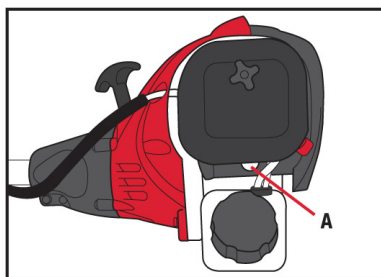

Fig. 4D
3. Bombear con el cebador (A) 10 veces (Fig. 4D). Esperar 10 seg.